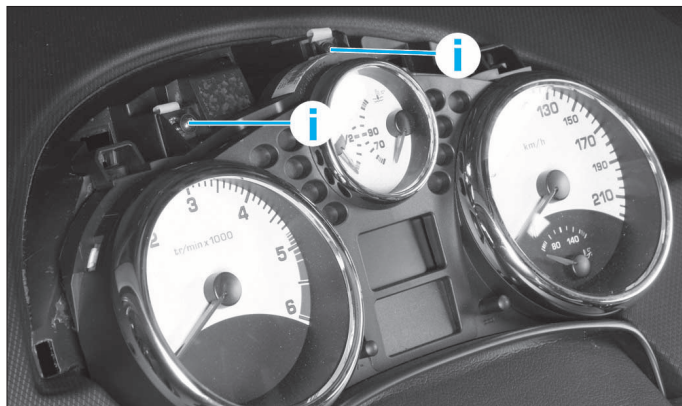

FIG. 30
- Dévisser les deux fixations à empreinte Torx T20 (i) du combiné d'instruments (Fig.30).